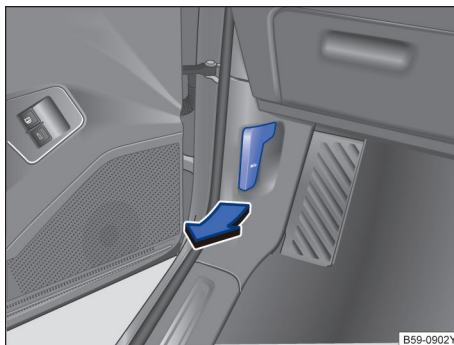

图 211 发动机舱盖锁开启手柄
- 将车门打开沿图示箭头方向拉动开启手柄→图 211，舱盖在弹簧机构的作用下弹开少许。